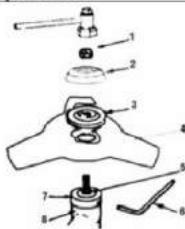

Fig.BC5
4.4- Instalación de la cuchilla metálica (Fig.BC5)
- Fig.BC5